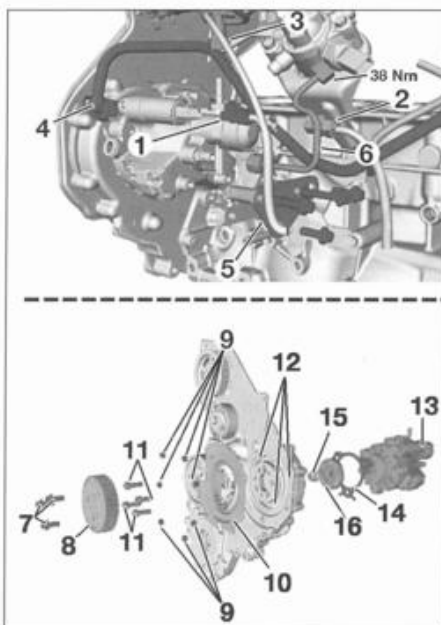

FIG. 27
- los conectores eléctricos de válvula de dosificación de combustible (1) y de regulador de presión de alimentación (2) (fig. 27).
- las tuberías de retorno (3), de alimentación (4) y de alta presión de bomba (6).
- Desmontar el soporte de fijación trasera (5) de la bomba.
- Aflojar los tornillos de fijación (7) de la polea (8) de bomba y desmontarla.
- Aflojar las tuercas de fijación (9) de la junta (10) de piñón de bomba de alta presión y desmontarlo.
- Desmontar los tornillos de fijación (11) del piñón de bomba de alta presión.
- Aflojar los tornillos de fijación (12) de bomba de alta presión (13) y desmontarla.